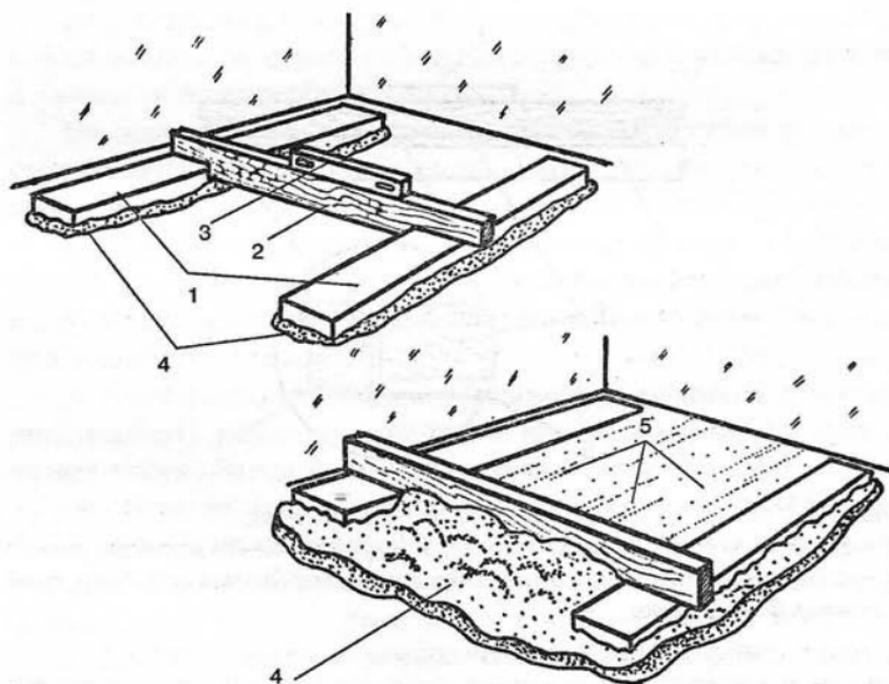

Рис. 75. Укладка стяжки:
6. Затем приступают к укладке стяжки (рис. 75). Консистенция раствора достаточно влажная и при разминании в руке может удерживать заданную форму.